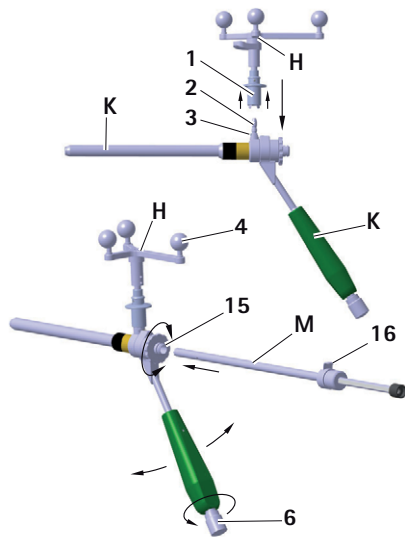

Fig. 13 Montagem da unidade em estrela Aesculap na bucha guia S⁴C; inserção do calibre de perfuração S⁴C
- Para garantir uma vista ilimitada da câmara sobre as esferas de marcação refletoras, desapertar a maçaneta 6 no punho S⁴C da bucha de guia S⁴C K com navegação e rodar a unidade em estrela Aesculap H para a posição desejada, ver Fig. 13.
- Inserir a manga porta-broca interna M na bucha interna 15. A bucha de guia interna engata na bucha interna, mantendo-se orientável, ver Fig. 13.